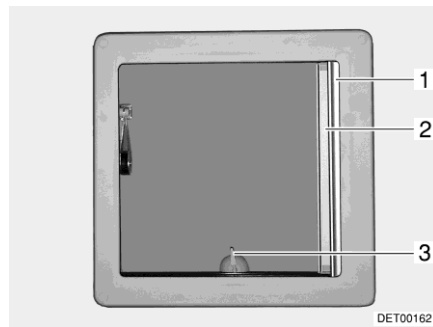
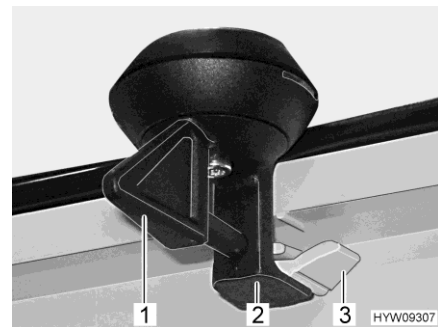

Fig. 44 Oblò inclinabile
Fig. 45 Bloccaggio (oblò inclinabile)
- Ruotare la leva (Fig. 44,3 o Fig. 45,1) di un quarto di giro.
- Girare la leva di un quarto di giro. Il bloccaggio (Fig. 45,2) deve entrare nell'aggancio inferiore (Fig. 45,3).
- Tirare la tendina oscurante pieghevole (Fig. 44,1) fino alla posizione desiderata e rilasciare. La tendina oscurante pieghevole rimane in questa posizione.
- Estrarre la zanzariera a rullo (Fig. 44,2) fino a quando non scatta il bloccaggio dalla parte opposta.